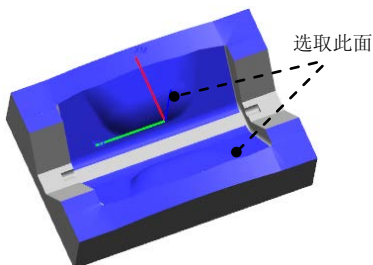

图 10.2.19 指定切削区域
Step2. 选取图 10.2.19 所示的面为切削区域，在“切削区域”对话框中单击 **确定** 按钮，完成切削区域的创建，同时系统返回到“轮廓区域”对话框。